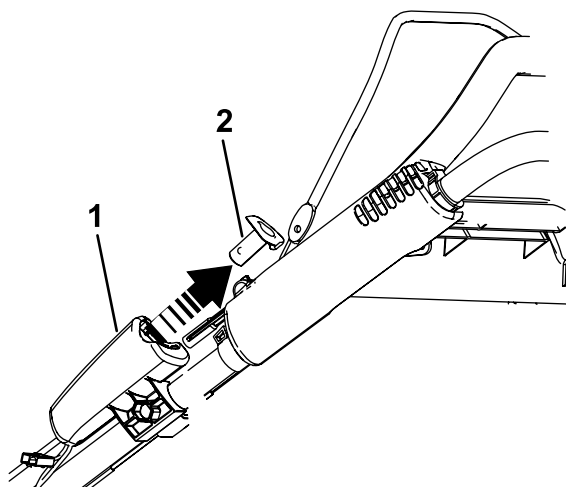

Bild 23
1. Entfernen Sie die Elektrostarttaste, wie in Bild 23 abgebildet (nur Modelle mit Elektrostart).